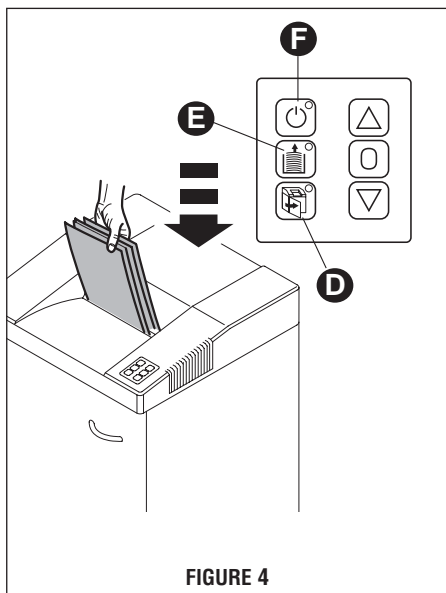

FIGURE 4
FIGURE 4. Pour éviter que les coupures ne remontent jusqu'aux couteaux et ainsi bloquer l'appareil, cet appareil a une fonction d'arrêt automatique lorsque le contenant est plein. À ce moment, l'appareil s'arrête automatiquement et le voyant de Contenant de déchiqetage plein (E) s'allume. Vous pouvez maintenant compacter les coupures et continuer le déchiqetage ou vider le contenant.